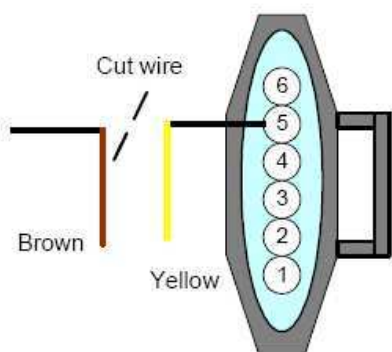

figure 2.
- Soudez le fil vert en position 1 dans le connecteur de la pédale (fig.2).
- Coupez le fil de la position 6 de la pédale d'accélérateur. Soudez le fil jaune au fil en position 6 sur le côté du connecteur. Soudez le fil marron au fil en position 6 sur le côté du câblage principal (fig.2).
- Coupez le fil de la position 5 de la pédale d'accélérateur. Soudez le fil jaune au fil en position 5 sur du connecteur. Soudez le fil marron au fil en position 5 sur le côté du câblage principal (fig.2).
- Coupez le fil de la position 1 de la pédale d'accélérateur. Soudez le fil jaune au fil en position 1 sur du connecteur. Soudez le fil marron au fil en position 1 sur le côté du câblage principal (fig.2).
- Coupez le fil de la position 1 de la pédale d'accélérateur. Soudez le fil jaune au fil en position 1 sur le côté du connecteur. Soudez le fil marron au fil en position 1 sur le côté du câblage principal (fig.2).
- Coupez le fil de la position 2 de la pédale d'accélérateur. Soudez le fil blanc au fil en position 2 sur le côté du câblage principal (fig.2).